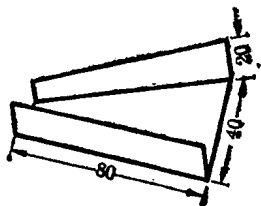

图 3 出钢槽
1. 用铅皮按图 3 下料作一出钢槽, 待安装在炉体出钢槽部位;